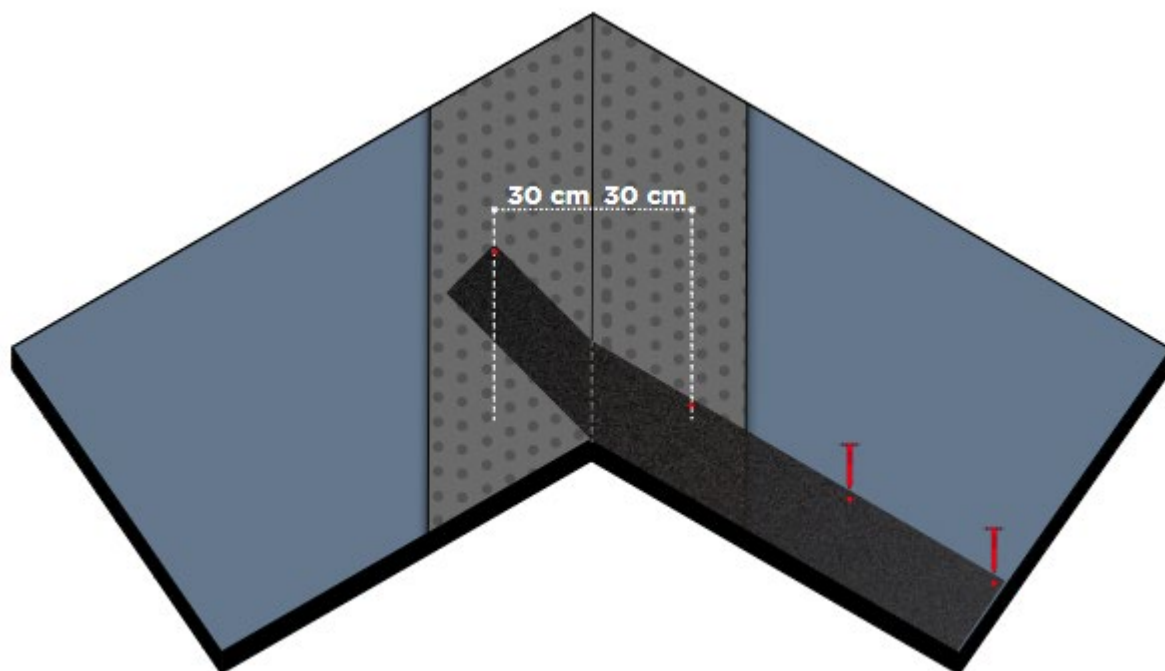

Fig. 14 – Posa Start Line SA sul compluvio
- Per quanto riguarda i compluvi, predisporre preventivamente sulla mezzeria del compluvio una fascia di membrana bituminosa R-evolution N, per assicurare l'impermeabilizzazione dello stesso - Fig. 14. Posare la Start Line SA, facendola risalire di 30 cm oltre la linea di compluvio. Fissare la Start Line SA a chiodo, fino ed oltre 30 cm dalla linea di compluvio.